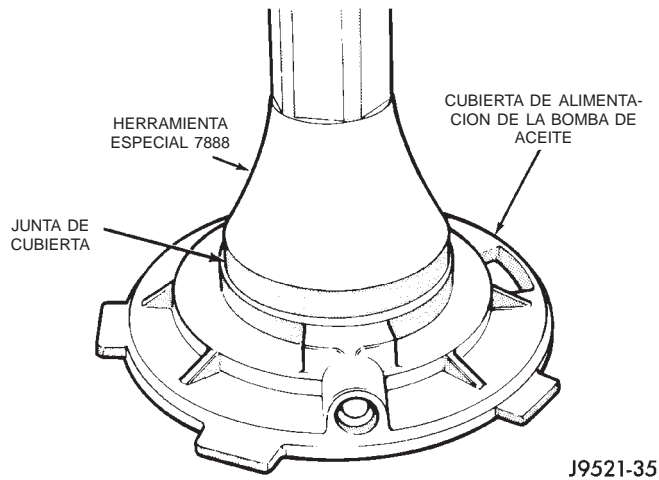

Fig. 54 Instalación de junta de la bomba de aceite
(17) Retire la junta de la bomba de aceite con una herramienta de palanca adecuada
(18) Instale una junta nueva en la cubierta de la bomba de aceite con el instalador 7888 (Fig. 54).